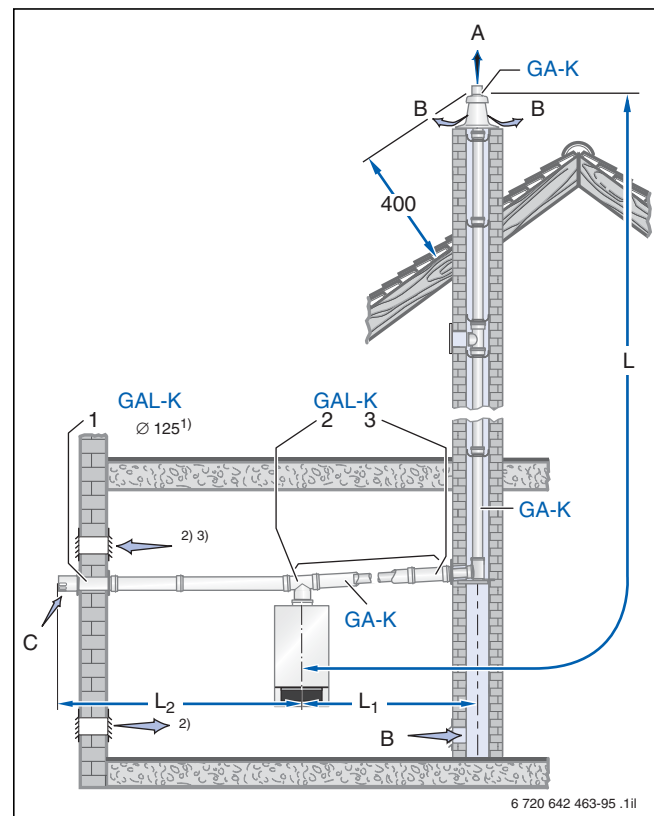

Bild 115 Montagevariante (Maße in mm)
Für Logamax plus GB182i (K) ist der Buderus-Bausatz GAL-K nur in Verbindung mit dem Bausatz GA-K verwendbar (→ Bild 115).
länge der Abgasleitung (→ Bild 115)